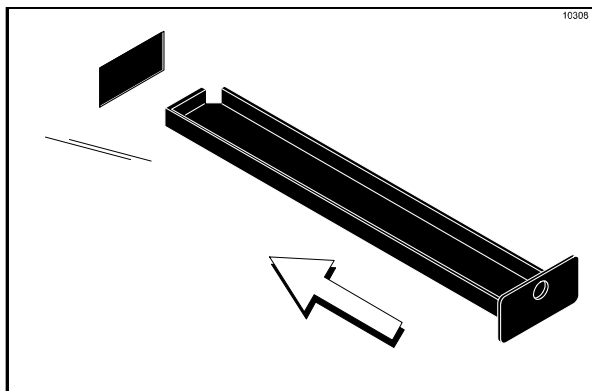

Рисунок 66
12. Снимите, проведите очистку и снова установите в левую и правую боковые панели два сточных желоба с надрезами. (См. рис. 66)